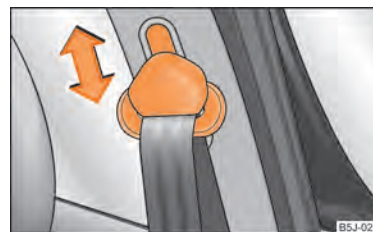

Fig. 95 Sedile anteriore: Regolazione dell'altezza della cintura
- Per la regolazione premere sul rinvio e spingerlo in alto o in basso → fig. 95.